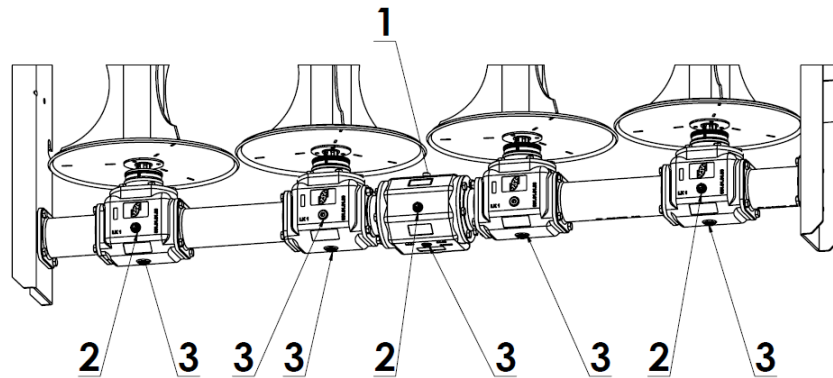

Рисунок 22-й Точки контроля уровня масла редуктора адаптера:
Для слива масла из редуктора адаптера (рис. 22) необходимо открутить сливные пробки (3). Через заливное отверстие (1) заливаете новое масло в редуктор до тех пор, пока оно не появится в контрольном глазке (2). Правильный уровень масла достигается тогда, когда масло видно посередине контрольного глазка. В редукторе адаптера отдельные корпуса редуктора соединены друг с другом, поэтому дозаправка и проверка уровня масла во всем узле осуществляется только через пробку заливного отверстия центрального корпуса.